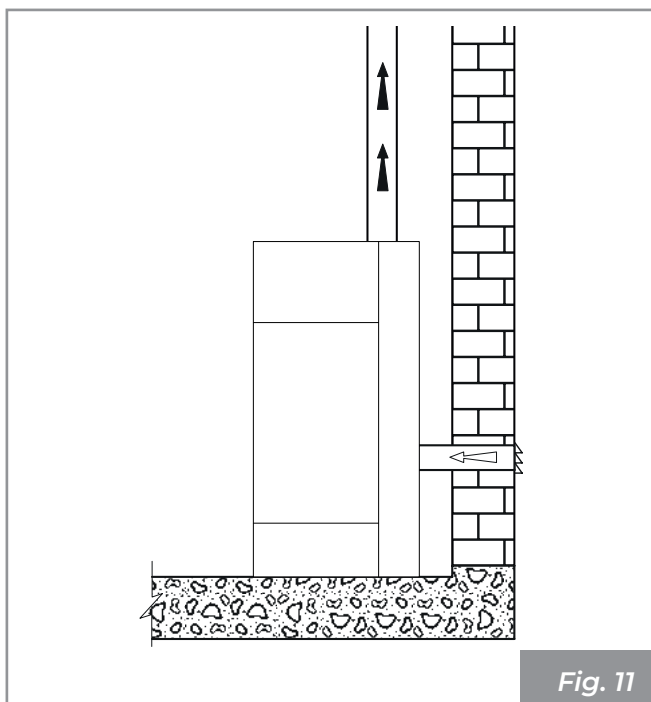

Fig. 11
- provenire direttamente dall'esterno con collegamento diretto alla camera di combustione (**Fig. 11**).
- collegare l'ingresso dell'aria comburente dell'apparecchio alla presa d'aria con un apposito condotto (**Fig. 11**).